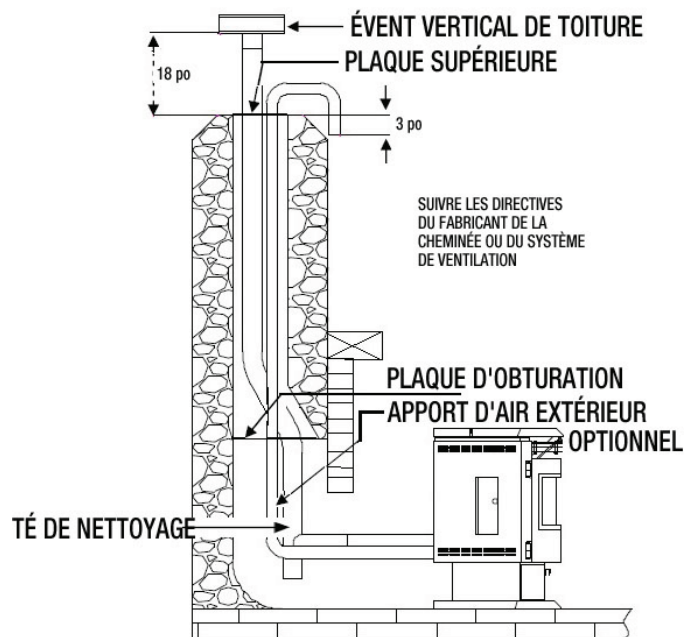

fig. 11
4. Installez une plaque d'obturation et le tuyau de la cheminée, si vous utilisez le tuyau d'air extérieur tel qu'illustré à la fig.11.